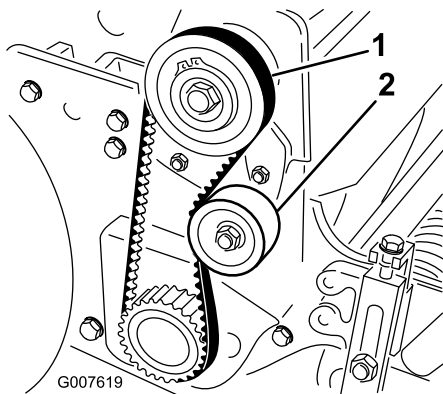

図 35
2. プーリ間の中央部（図 35）でベルトを 18-22 N (1.8-2.2 kg) 程度の力で押して点検する。ベルトのたわみが 6 mm あれば適正とする。
- A. アイドラプーリ固定ナットをゆるめ、プーリを右に回してベルトの背に押しつけて、適当な張りを出す（図 35）。